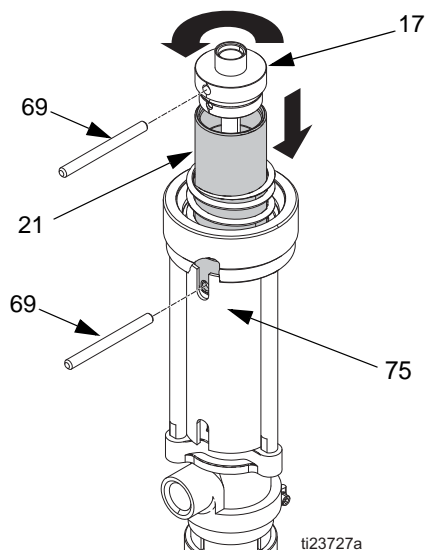

图 13
- 将护罩 (75) 的槽与活塞孔对齐，将销钉工具 (69) 插入活塞孔中，以防活塞转动。再用一个销钉工具 (69) 拧松活塞帽 (17)，并与活塞 (21) 分离，露出定位销 (19)。参见图 13。